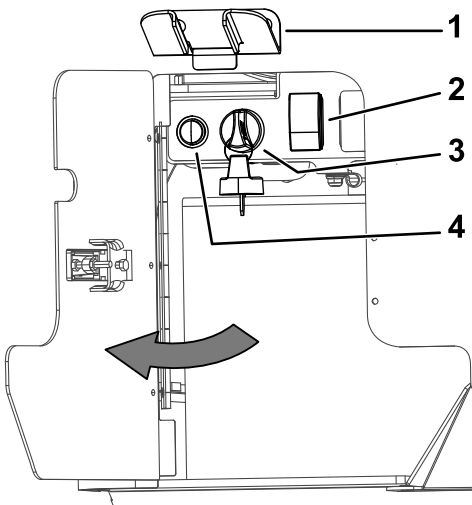

Bild 121
2. Achten Sie darauf, dass der Schalter des Sprühschlauchs in der Aus-Stellung ist (Bild 121).